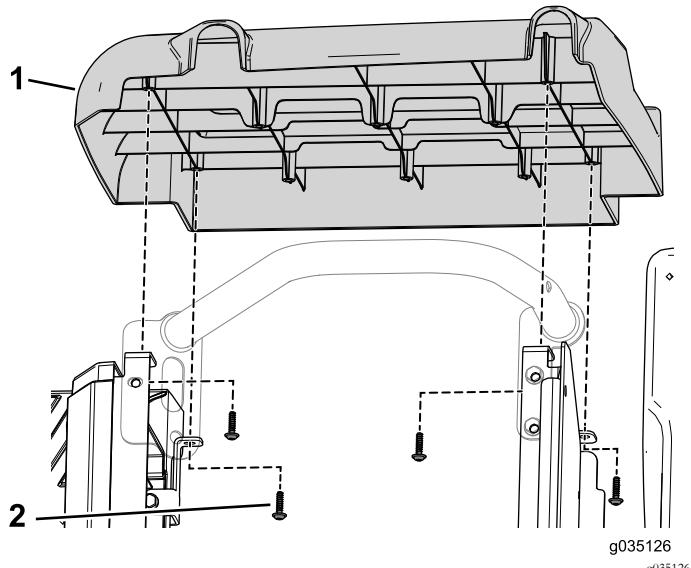

Figura 95
5. Utilice los 8 tornillos autorroscantes (3/32" x 7/8") para sujetar los paneles laterales derecho e izquierdo del kit a la base del asiento delantero (Figura 95).